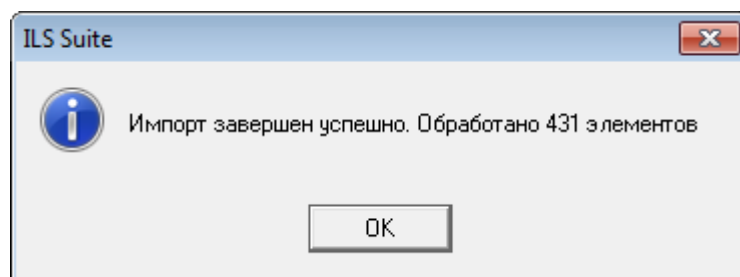

Рис. 14-30 – Информационное сообщение о завершении импорта
8) Для выполнения процедуры импорта нажать кнопку «Импорт». После его завершения откроется информационное окно, представленное на рис. 14-30. Нажать «ОК» для его закрытия. Загруженные данные отобразятся в рабочем окне «Бюллетени».